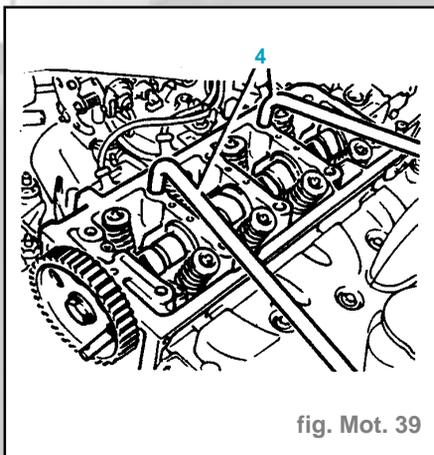

fig. Mot. 39
- Basculer et décoller la culasse à l'aide des leviers (4) (fig. Mot. 39).